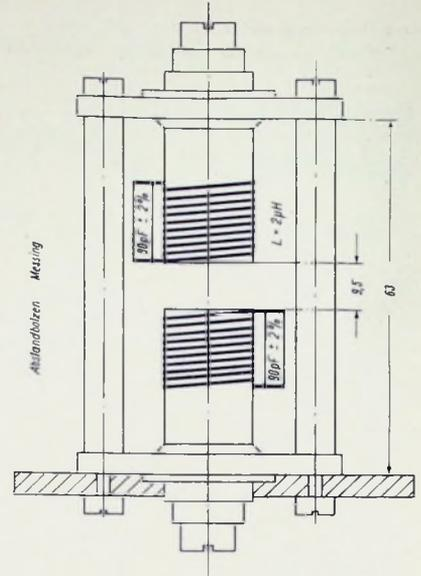

Bild 5. Aufbau des Zf-Bandfilters
ist, und doch eine zu große Stufenzahl im Hinblick auf die Kosten unerwünscht ist, kommt dafür ebenfalls nur eine steile HF-Pentode in Betracht. Ferner ist eine verhältnismäßig große Verstärkungsreserve erwünscht, damit die nachfolgende Begrenzstufe schon bei genügend kleiner Empfangsspannung anspricht. Beim Selbstbau der Zf-Bandfilter ist vor allem auf die gegenseitige Kopplung zu achten. Der Abstand der beiden Spulen soll genau, wie in Bild 5 angegeben, eingehalten werden. Als Spulenträger eignet sich besonders gut der Körper CS20 mit Schraubkern aus Ferrocart Z (FZ) der Firma Vogt und Co. Das Zusammensetzen der aus drei Einzelteilen bestehenden Spule geschieht in der Weise, daß die drei Zapfen des Trolittröhrchens durch die dafür vorgesehenen Löcher der Halterung durchgesteckt und mit einem heißen Lötcolben breitgequetscht werden, so daß also eine Nietung entsteht. Der Kern der Spule wird vor dem Einschrauben zum Zwecke eines besseren Abgleichs, mittels einer Metallsäge um 5 mm gekürzt. Die Spule selbst wird aus 0,3 mm starkem Kupferlackdraht gewickelt. Zur Verringerung der Eigenkapazität muß ein Windungsabstand von 0,3 mm eingehalten werden. Die Windungszahl pro Spule beträgt 10 Windungen. Da die beiden vertikal übereinander angeordneten Spulen ja induktiv abgeglichen werden, läßt sich eine Rückwirkung von einer Spule auf die andere dadurch vermeiden, daß man die „heißen“ Enden (anodenseitiges- und gitterseitiges Ende) weit auseinanderlegt. Als Material für die Abstandsbolzen kann sowohl Messing oder Aluminium als auch Isoliermaterial verwendet werden. Letzteres bietet noch den Vorteil, daß man es gleichzeitig als Halterung der Spulenenden verwenden kann. Die Parallelkondensatoren (keramisch) sollen direkt an die Spulenden gelötet werden. In Bild 6 ist ein geöffnetes Bandfilter der Firma Ripberger, Irtschenberg-Obb., zu erkennen, das bei einer mittleren Selbstinduktion von 2 µH und Querkapazitäten von 90 pF ausgezeichnete Güte besitzt und dessen Eisenkerne von außen eingestellt werden können. Der Abschirmbecher ist aus 1,5 mm starkem Alublech hergestellt und äußerst stabil. Naturgemäß ist infolge der Dämpfung der Filter und der bei der hohen Zf an sich geringen Verstärkung die Gesamtverstärkung der einzelnen Stufen wesentlich geringer als bei einem normalen Super. Bei der Anordnung der Filter ist besonders darauf zu achten, daß der Abstand der Anode der ersten Röhre zum